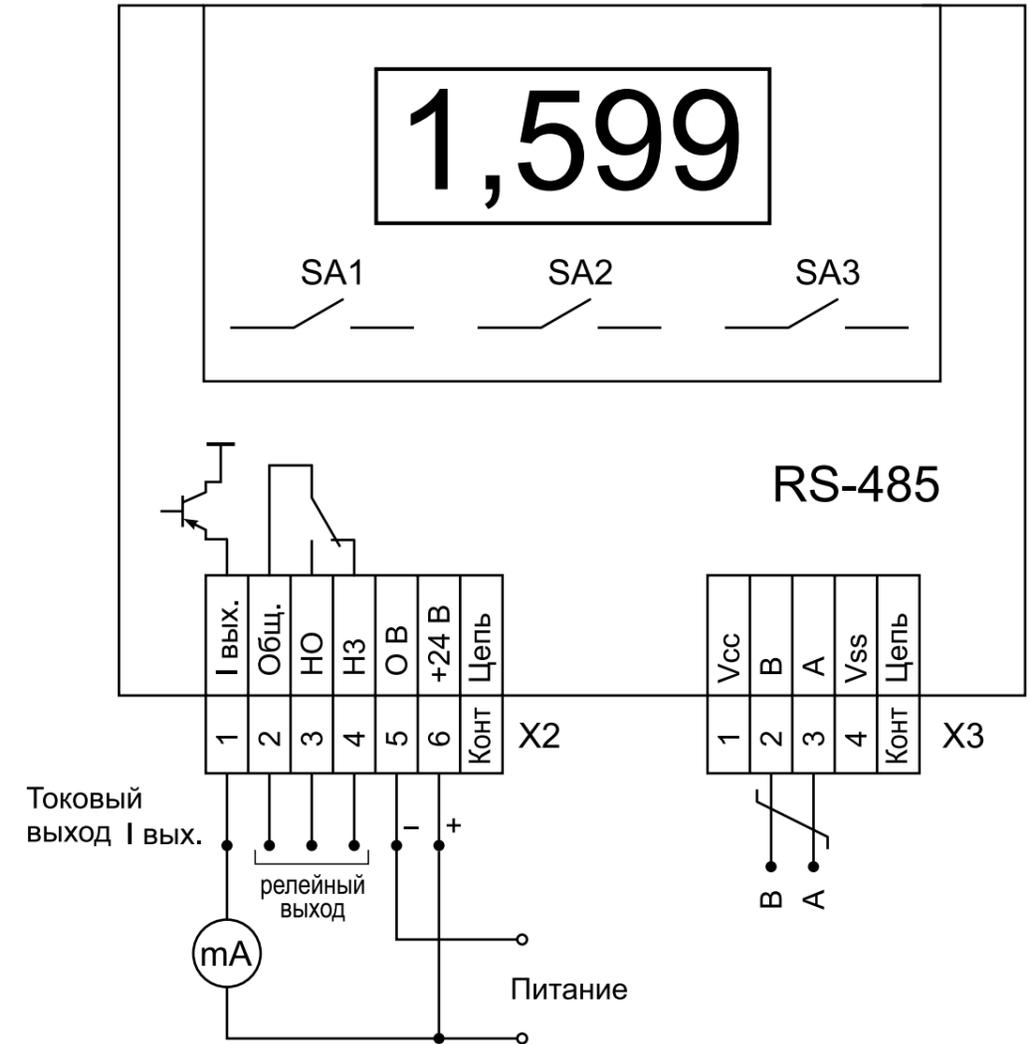

Рис. 26-8. Схема подключения датчика-реле давления ДРД-16.
- электрические провода подключаются согласно схеме подключения к контактам разъемов, расположенных на нижней плате датчика (схема приведена на рис. 26-8);